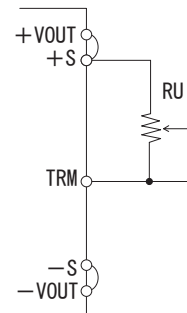

図4.6 出力電圧を高く設定する場合
(3) 出力電圧を高く設定する場合
- 図4.6のように接続することで、出力電圧を高く設定することができます。